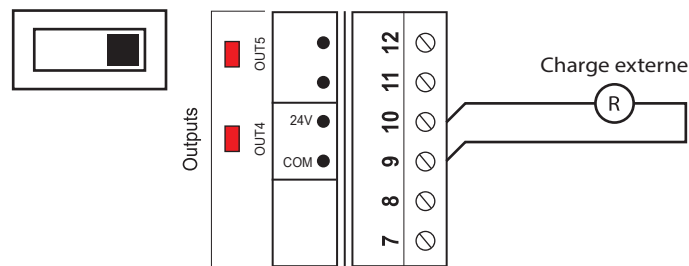

Figure 10 - Raccordement des sorties actives 3 et 4
- Figure 10 - Raccordement des sorti
1) 1) Sortie active (**SOURCE**). Le C1000 alimente activement la charge (voir figure 10).